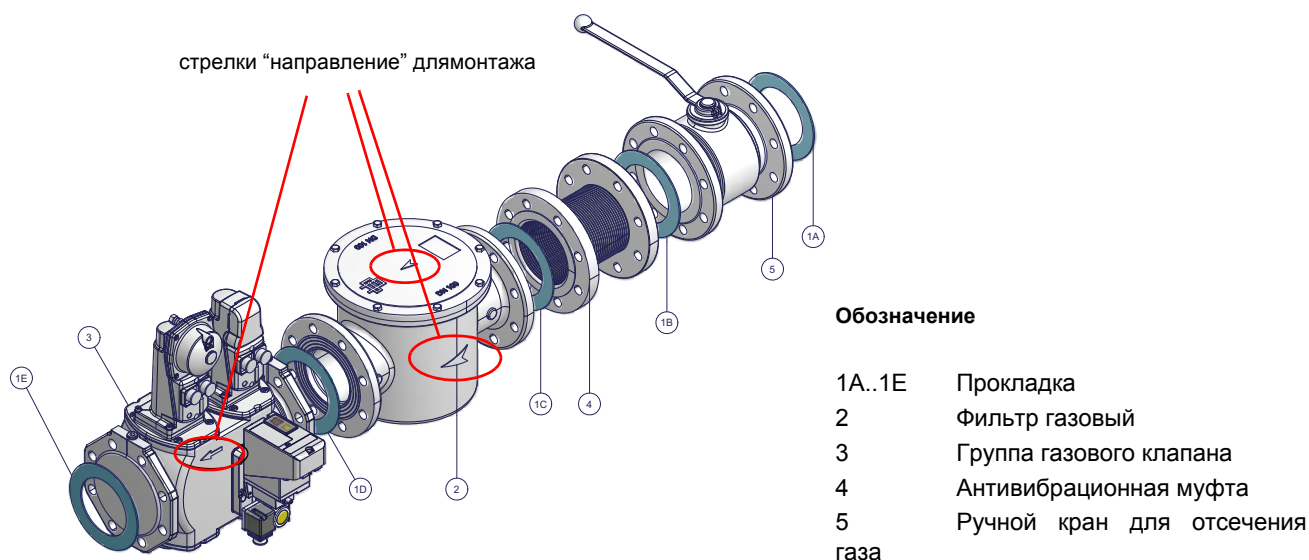

Рис. 2 - Пример газовой рампы
- 1 - б) при фланцевых соединениях: между соседними компонентами устанавливать прокладку (1А..1Е - Рис. 2), совместимую с используемым газом,
ВНИМАНИЕ: после монтажа газовой рампы согласно схеме на Рис. 2, необходимо провести тестирование на герметичность газового контура, согласно требований действующих нормативов.